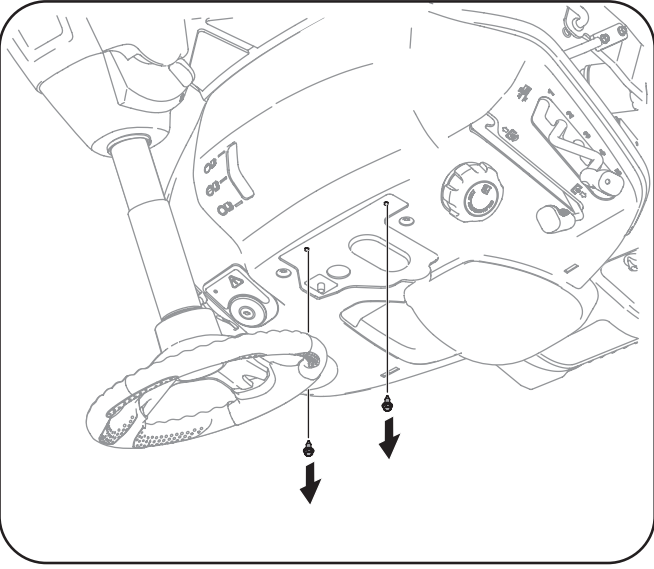

Figure 3-6
2. Utilisez une clé à cliquet de 1/4 po avec un 3/8 po femelle enlevez les deux vis auto-taradeuses qui ont été installées à l'usine. Voir la Figure 3-6.